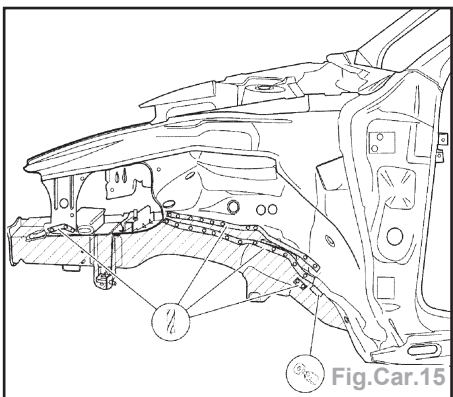

Fig.Car.15
- Éliminer les points de soudure, en utilisant le mandrin à fraise pour les points de soudure et une perceuse (Fig.Car.15).